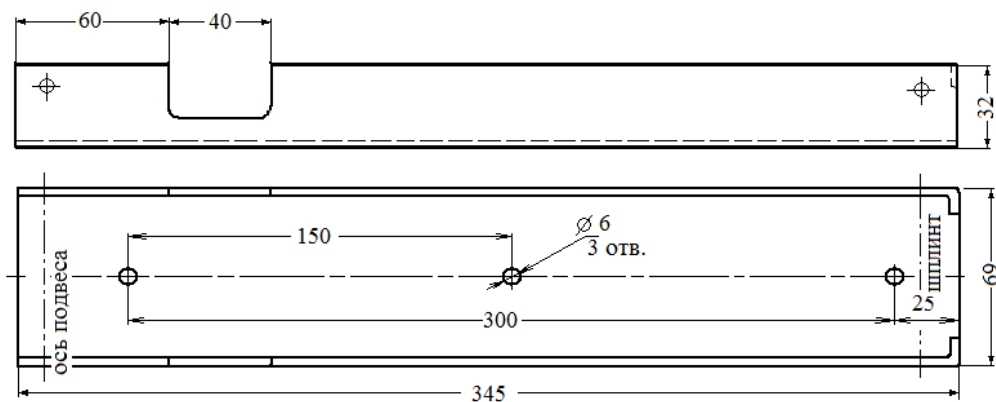

Рис. 2. Крепёжная площадка МПП «Гарант-D».
5.2. Закрепить крепёжную площадку модуля в соответствии с определёнными местами (по проекту). Координаты отверстий для крепления МПП «Гарант-D» показаны на рис. 2.